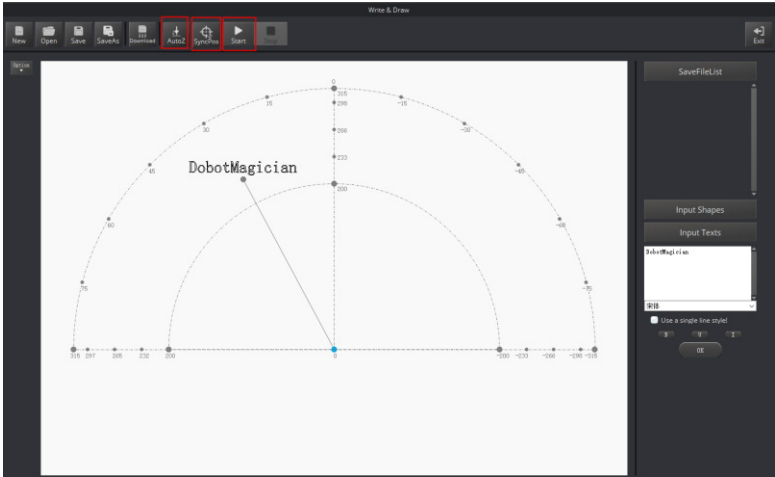

Figura 94: Trave a altura da escrita
2. Clique em **AutoZ** na página **Write & Draw** para obter e salvar o valor atual do eixo Z. Uma vez este passo concluído, na próxima vez que a escrita é iniciada, importe diretamente um arquivo de imagem PLT ou SVG sem ajustar a posição da ponta da caneta, e clique em **Start** para iniciar a escrita no papel, como mostrado na Figura 94.